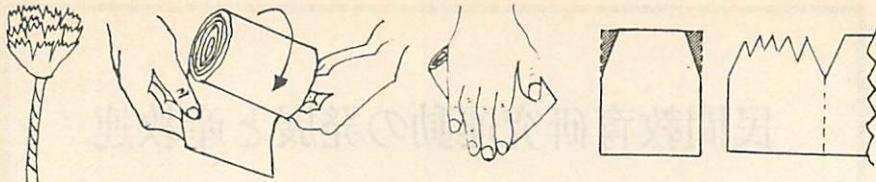

図21 カーネーション造花の工程
②カーネーションの造花の工程は、図21にしめすとおりである。